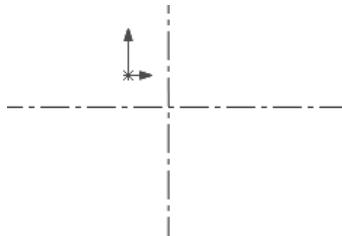

图 7.2 绘制中心线
Step 1 选择下拉菜单 **工具(T)** → **草图绘制实体(E)** → **中心线(C)** 命令，在图形区绘制图 7.2 所示的无限长的中心线。